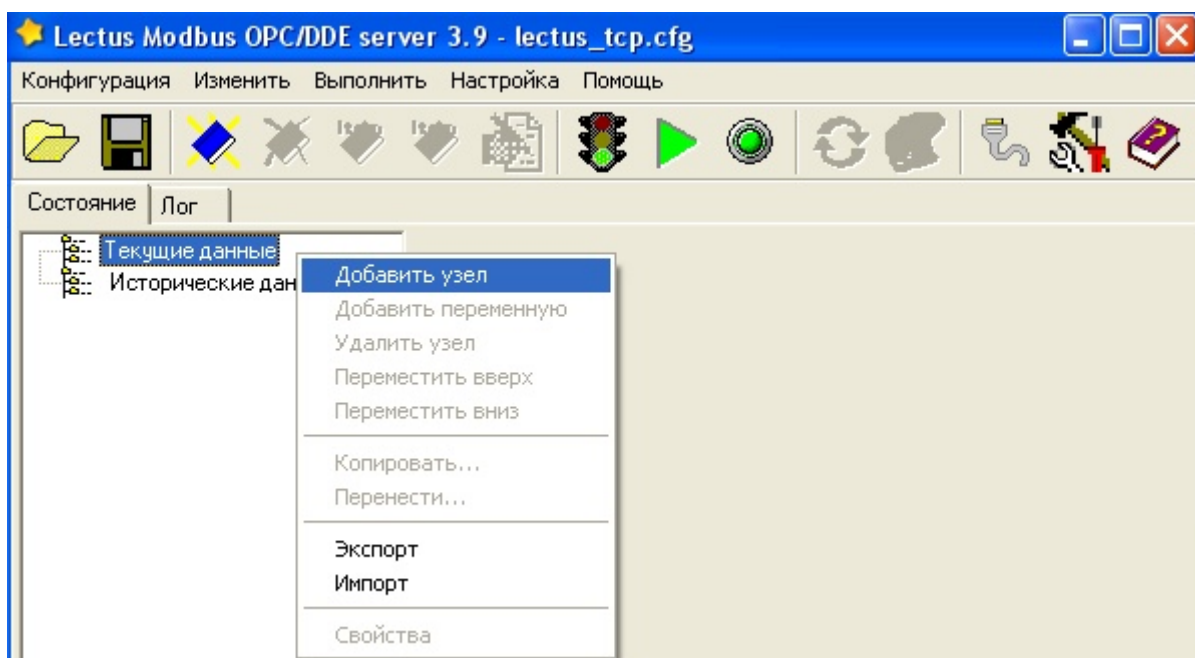

Рис.9 Добавление нового узла в LectusOPC
2. Добавить к текущим данным новый Modbus-узел (Рис.9.).